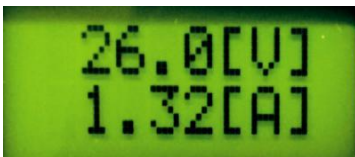

Figura 1
- Apresenta a tensão no cabo UTP; (**Figura 1**)
- Apresenta a corrente que circula no cabo UTP; (**Figura 1**)